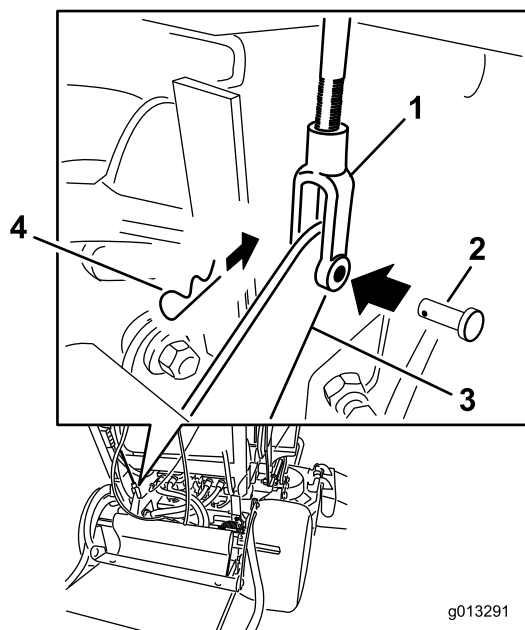

Figura 63
4. Para ajustar el freno, retire el pasador y la chaveta de la palanca de freno inferior y la horquilla (Figura 63).
7. Sujete la horquilla a la palanca de freno inferior con el pasador y la chaveta (Figura 63).